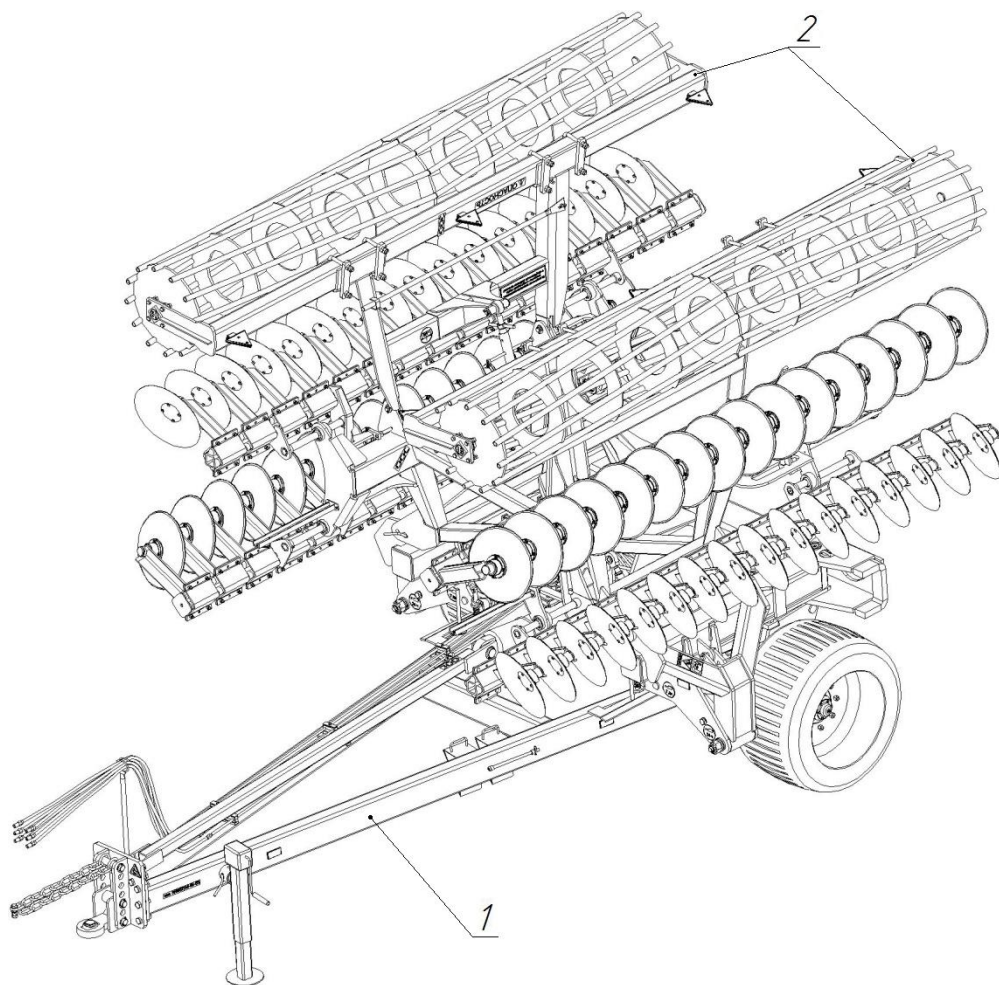

Рисунок 1 - АДК-8(АДК-8К; АДК-9; АДК-9К; АДК-10; АДК-10К).
2.3.1 Агрегат дисковый комбинированный почвообрабатывающий АДК-8(АДК-8К; АДК-9; АДК-9К; АДК-10; АДК-10К). состоит из следующих основных узлов: системный носитель агрегатов СНК-8(СНК-9; СНК-10) (см. рис.1) и двух агрегатов АДК-4(АДК-4К; АДК-4,5; АДК-4,5К; АДК-5; АДК-5К) 2 (см. рис.1).